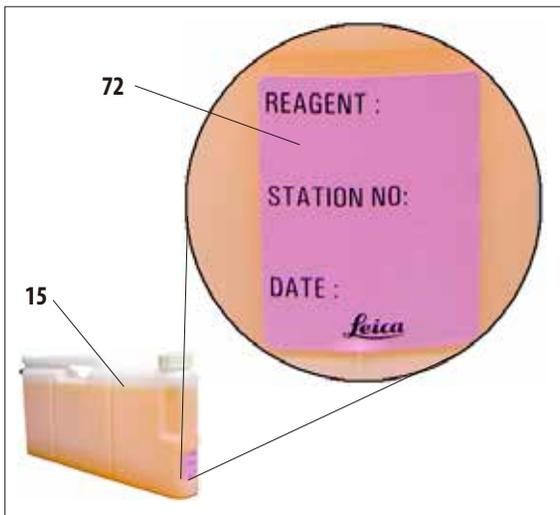

Abb. 55
Die Aufkleber (72) werden vorn auf die Systemflaschen (15) aufgeklebt, wie in Abb. 55 gezeigt.
Auf dem Aufkleber kann die Stationsnummer vermerkt werden, sowie das Datum der Inbetriebnahme mit dem in der Farbtabelle angegebenen Reagenz (Abb. 55).